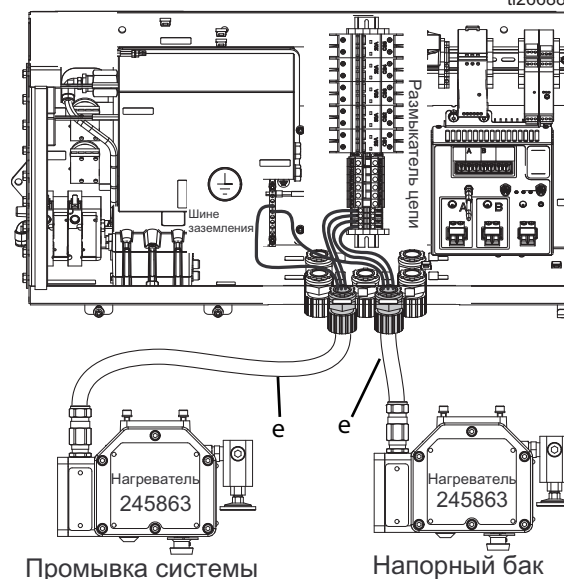

Рис. 17
- Модели для установки в опасной зоне:** подключите кабели питания нагревателя (е) для нагревателя в баках и нагревателя промывки к клеммным колодкам. См. Рис. 17.